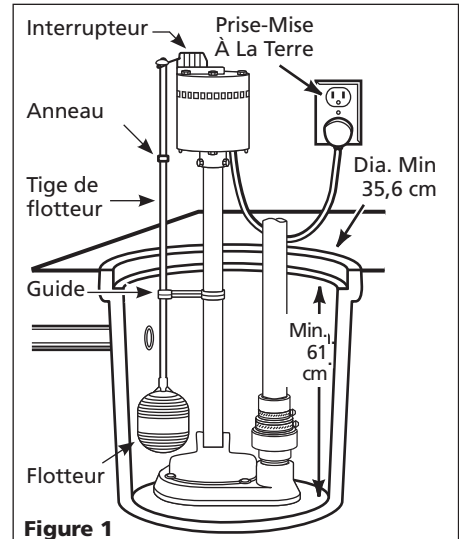

Figure 1
- Installer la pompe dans une fosse de taille minimum telle qu'indiquée. (Voir Figure 1.) Construire la fosse de tuiles, béton, acier ou plastique.
- Situer le modèle sur une fondation solide et égale. Ne pas placer la pompe directement sur une surface d'argile, terre, gravier ou de sable. Ces surfaces contiennent des particules de gravier et de sable etc., qui peuvent obstruer ou endommager la pompe et causer la panne (Voir Figure 1).